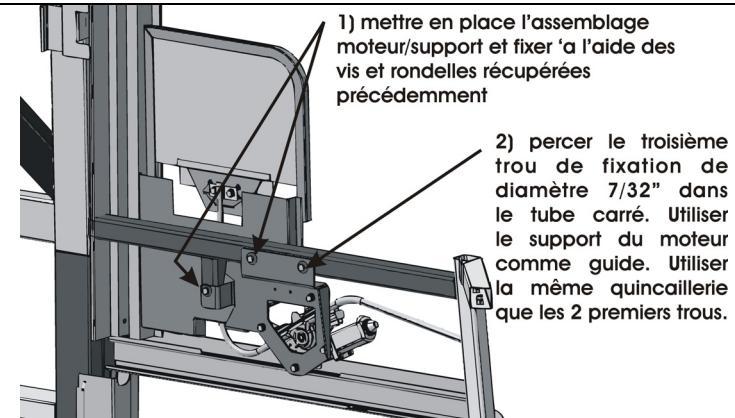

FIGURE 4
10. Mettre en place l'assemblage moteur/support. Suivre les étapes 1 et 2 de la figure 4.